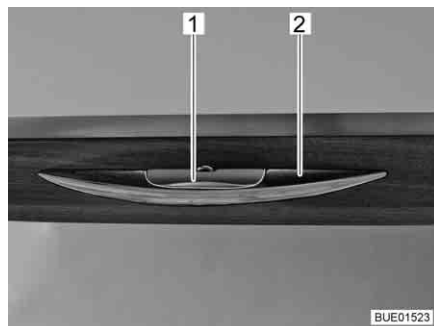

Fig. 76 Poignée avec barre de déverrouillage
- Pousser la barre de déverrouillage (Fig. 76,1) et la maintenir poussée.
- Tirer sur la poignée (Fig. 76,2) jusqu'à ce que l'abattant de placard s'ouvre.